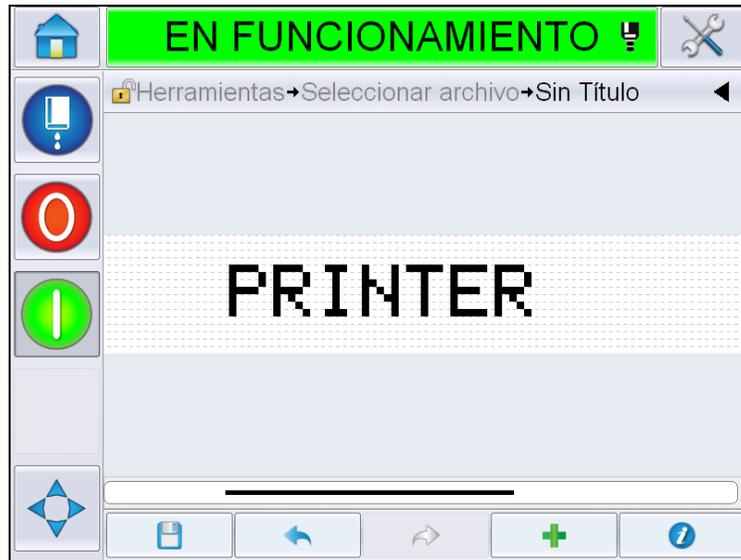

Figura 5-37: Texto libre en la página de mensajes
- 17 Seleccione y establezca los parámetros conforme a los requisitos y toque *OK (Aceptar)*. El mensaje con el texto libre se muestra en la página de *mensajes* (Figura 5-37).